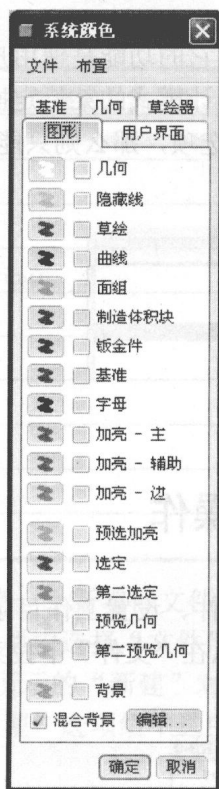
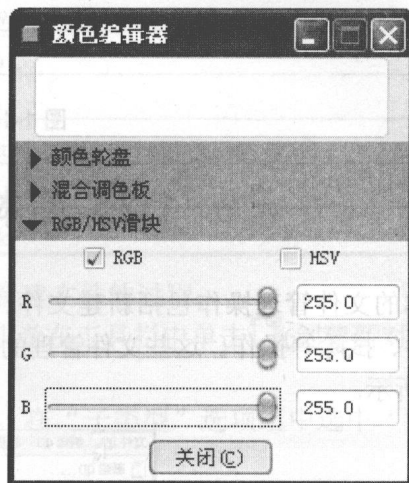

图 1-11 “系统颜色”对话框
图 1-12 “颜色编辑器”对话框
(1) 选择“视图”→“显示设置”→“系统颜色”菜单命令, 打开如图 1-11 所示的“系统颜色”对话框。
(2) 在“图形”选项卡中, 取消选中“混合背景”复选框。
(3) 单击“背景”复选框左侧的颜色按钮, 打开如图 1-12 所示的“颜色编辑器”对话框。在该对话框中, 将颜色设置为白色, 然后单击“关闭”按钮。